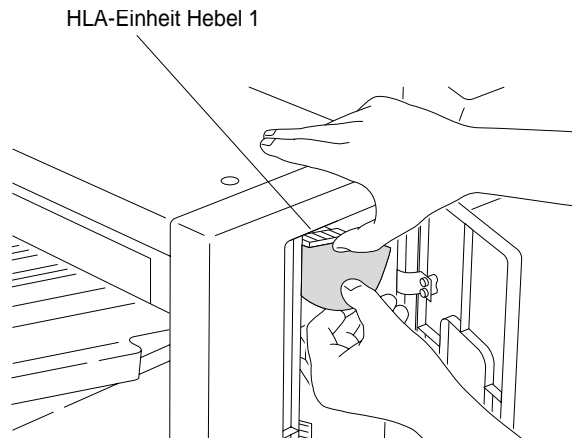

Abbildung 3-67 Beheben eines Papierstaus im oberen Bereich der HLA-Einheit mit Hebel 1
4. Wenn kein Papier zu sehen ist, drücken Sie Hebel 1 nach oben, um festzustellen, ob dort Papier eingeklemmt ist. Drehen Sie das Rad 1 gegen den Uhrzeigersinn, bis das Papier sichtbar ist. Nehmen Sie das Papier wie in Abbildung 3-67 gezeigt heraus.